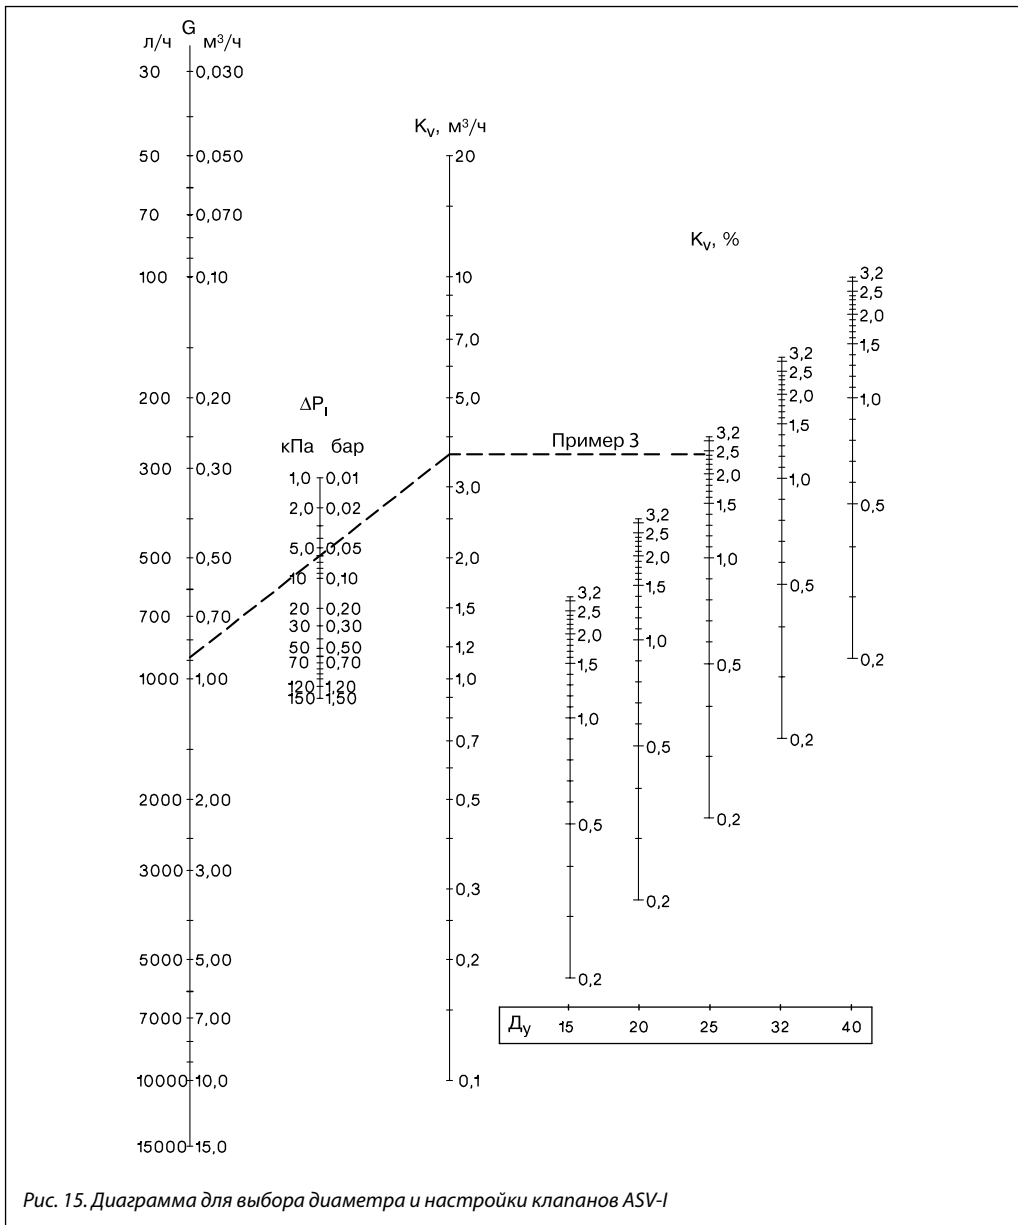

Рис. 15. Диаграмма для выбора диаметра и настройки клапанов ASV-I
3. По диаграмме (рис. 15) находится настройка клапана ASV-I, $D_y = 25 \text{ мм}$, — 2,4 оборота штока. Настройку можно определить по номограмме без вычисления K_V . Для этого нужно соединить точки расхода 0,88 м³/ч на шкале G с точкой 0,06 бар на шкале ΔP_I . Затем, продлив линию, соединяющую данные точки, на шкале K_V находим требуемое значение пропускной способности — 3,6 м³/ч. Далее проводим горизонтальную линию до вертикальной шкалы настроек клапана — $D_y = 25 \text{ мм}$, где находим значение настройки.
Запорно-балансировочный клапан ASV-I снабжен двумя цанговыми ниппелями для измерения перепада давлений на нем с помощью специального прибора фирмы «Данфосс» типа PFM 3000 (см. стр. 83) или ему подобных. Прибор подключается к ниппелям клапана с использованием штатных шлангов с быстроразъемными соединениями. После присоединения шлангов вентили ниппелей открываются поворотом их на ½ оборота против часовой стрелки 8-мм гаечным ключом. По измеренному перепаду давлений на полностью открытом клапане известного диаметра по диаграмме, представленной на рис. 15, можно определить фактический расход среды в трубопроводе системы. После проведения измерений вентили ниппелей следует закрыть поворотом их до упора